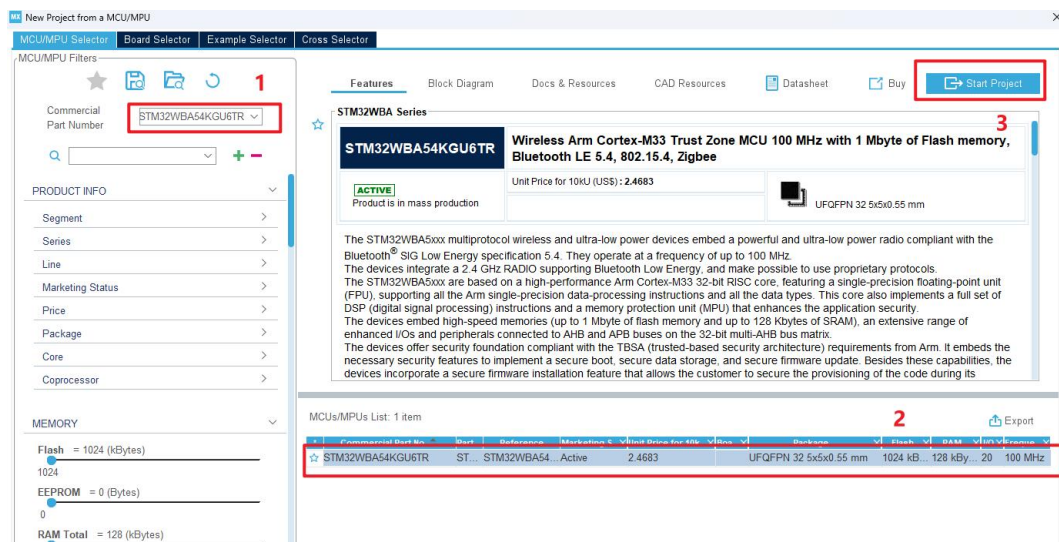

图 5.2
2. 然后如图 5.2 所示，打开 STM32CubeMX，在“序号 1”的选项框，选择 STM32WBA54KGU6TR，然后点击“序号 2”，最后点击“序号 3”完成项目的创建。